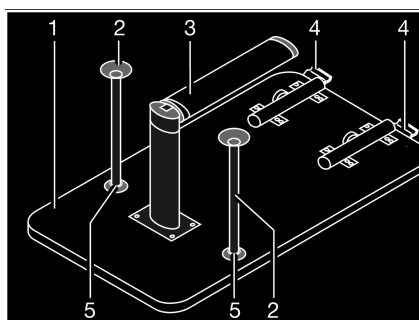

Fig. 72 Sommier de lit
- Soulever légèrement le plateau de table (Fig. 72,1) à l'avant d'env. 45°.
- Rabattre la partie inférieure du pied de table à joint (Fig. 72,3) de 90°. Suivant le modèle, tirer la partie inférieure du pied de table à joint vers le bas ou appuyer sur le bouton de déverrouillage.
- Appuyer sur le bouton de déverrouillage (Fig. 72,4) sur le dispositif de verrouillage.
- Suivant le modèle, enfoncer les deux pieds d'appui supplémentaires (Fig. 72,2) dans les fixations (Fig. 72,5) sur le dessous du plateau de table.